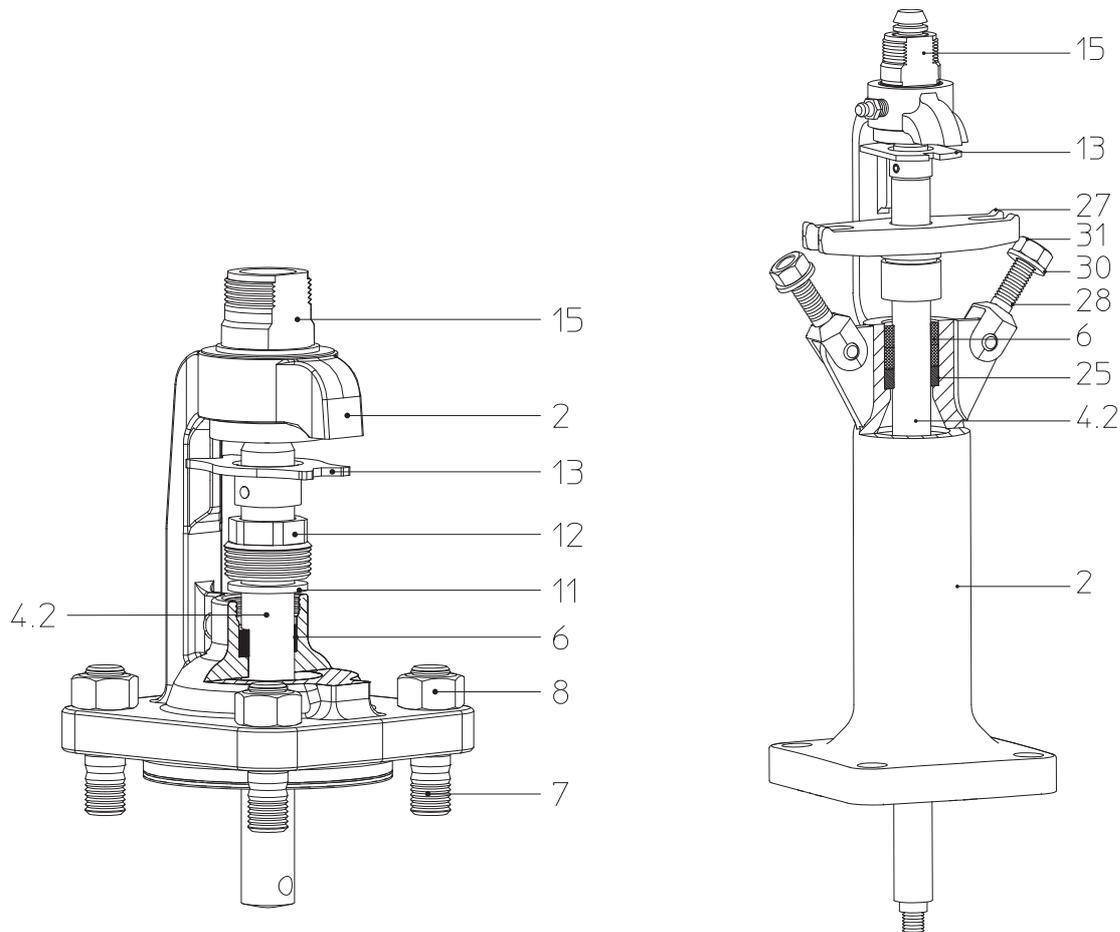

Fig. 11 FABA®-Plus:
En cas de non-étanchéité au niveau de la tige (pos. 4.2) serrer la vis de fouloir du presse-étoupe jusqu'à obtention de l'étanchéité (Fig. 11). Le chapeau complet doit alors être remis en état dès que possible!
vis de fouloir desserrée (pos.12, Fig. 11)	resserrer la vis de fouloir (pos.12, Fig. 11) jusqu'à obtention de l'étanchéité. remettre en état le chapeau au plus vite
rembourrage éventuel de la garniture presse-étoupe (pos.6) Observer les avertissements (Fig. 12 - Fig. 11)